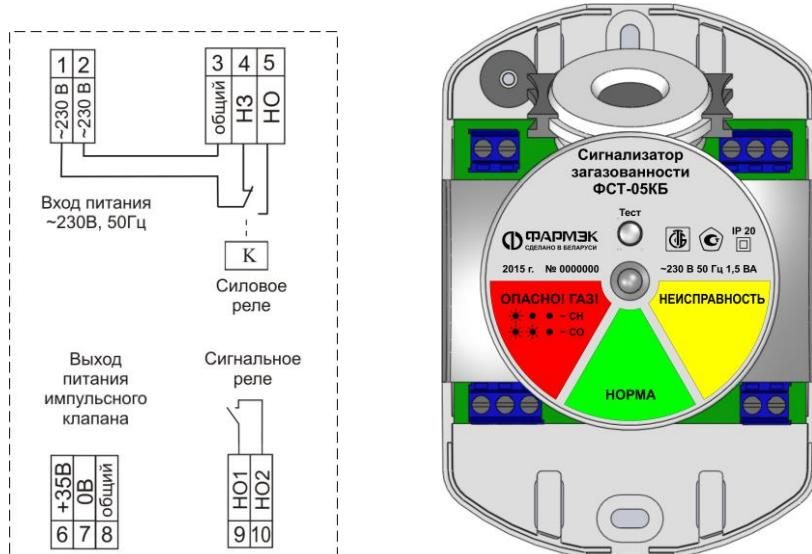
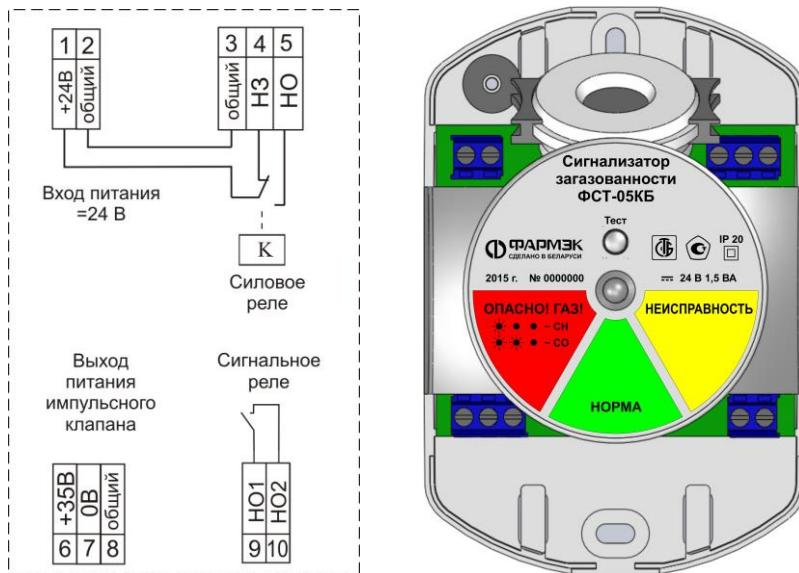

Рисунок. 5.2 Монтажные клеммы для БП 230 В
Рисунок. 5.3 Монтажные клеммы для БП 24 В
5.4.3. Способ крепления (2) со снятием только клеммной крышки применяется, когда необходимо присоединить шнур питания или статический клапан к контактам 3,4,5 (см. рис.5.2 и рис.5.3). Последовательность действий следующая:
5.4.4. Способ крепления (3) со снятием клеммной крышки и измерительной головки применяется, когда необходимо подключить импульсный клапан к контактам 6,7,8 или присоединить ФСТ-05КБ к прибору охранно-пожарной сигнализации, контакты 9,10 (см. рис.5.2 и рис.5.3). Последовательность действий следующая: